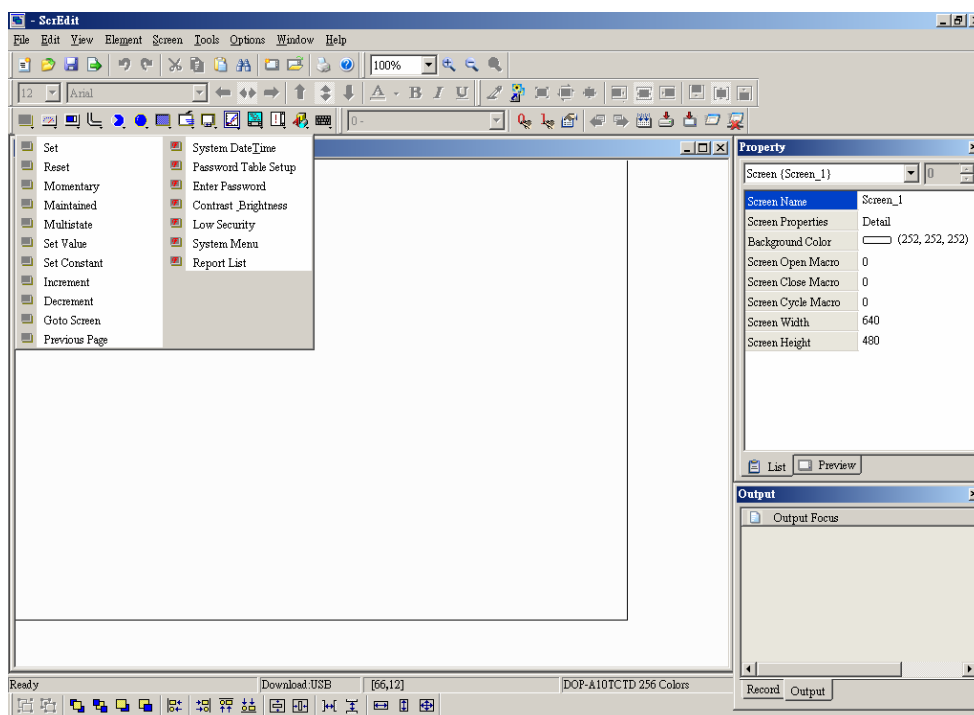

Рис. 3.1.3 Значки объектов на панели инструментов
3. На панели инструментов есть значки всех объектов (см. Рис. 3.1.3).